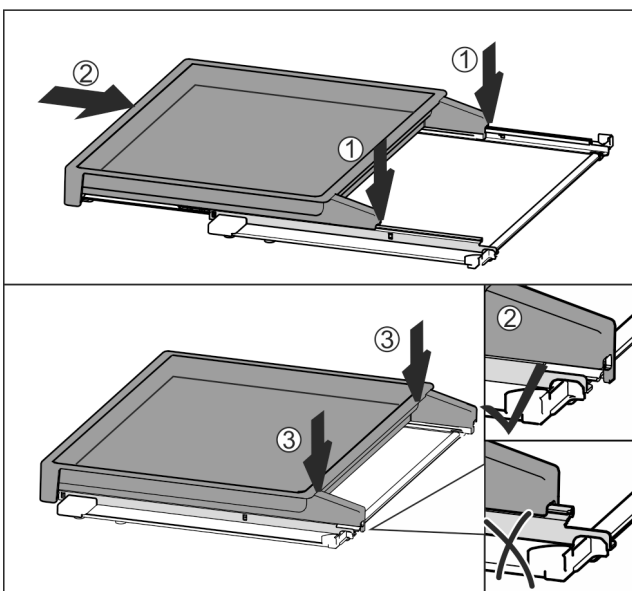

Fig. 62
- ▶ Встановіть по центру на рейки Fig. 62 (1).
- ▶ Повністю вставте витяжну панель Fig. 62 (2).
- ▶ Натиснути на задній бік, доки вона не зафіксується зі звуком Fig. 62 (3).